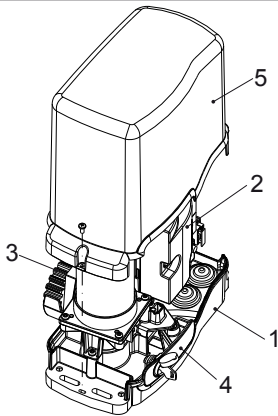

fig. 1
- 1\_ Deckel des Schlosses heben, den Schlüssel einstecken und wie in Abb. 1 gezeigt drehen.
- 1\_ Soulever le couvercle de la serrure, enfiler la clé spéciale et la tourner comme l'indique la fig. 1.
- 1\_ Quite la tapa de la cerradura, introduzca la llave correspondiente y gire como indicado en la fig. 1.